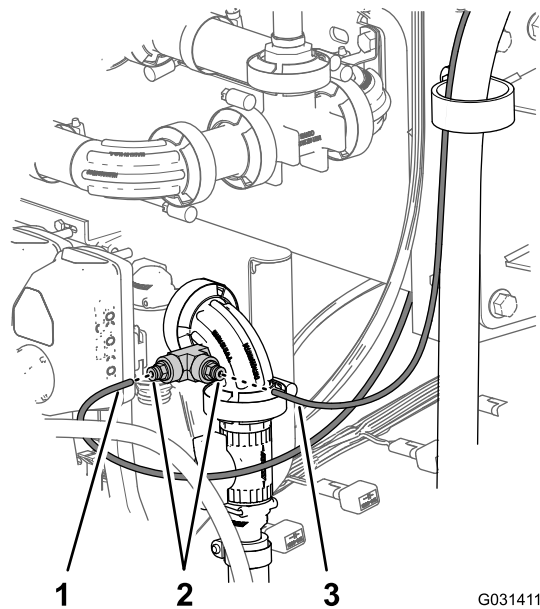

Figure 186
4. Insérez le bout du tube de détection de pression associé au manomètre de la planche de bord dans le raccord de tube jusqu'à ce que le tube soit complètement engagé dans le raccord (Figure 186).
5. Insérez le bout du tube de détection de pression associé au manomètre du dévidoir dans le raccord de tube jusqu'à ce que le tube soit complètement engagé dans le raccord (Figure 186).